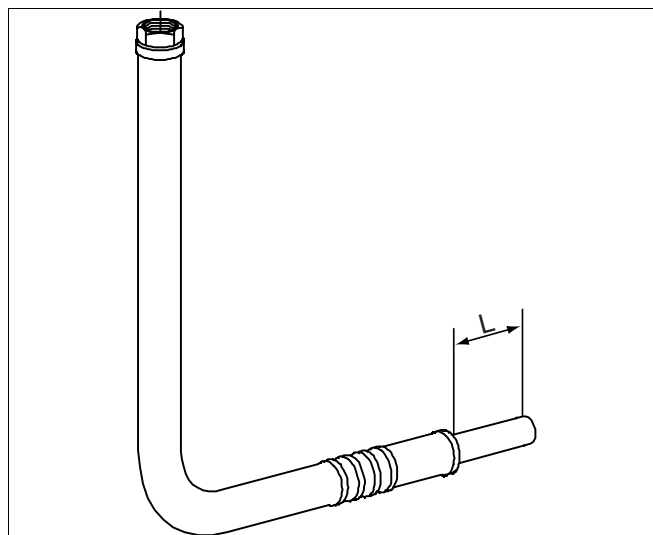

Abb. 4 Rücklaufrohr G 1½ Ablängmaß
- Hinteren Abgang des T-Stückes mit Stopfen G 1 (6) abdichten.
- Klemmringverschraubung mit eingelegter Dichtung (3) auf den seitlichen Abgang des T-Stückes aufschrauben.
- Rücklaufrohr entsprechend Tab. 2 ablängen (Abb. 4).
- Rücklaufrohr entsprechend Tab. 3 ablängen (siehe Abb. 4, Seite 7).